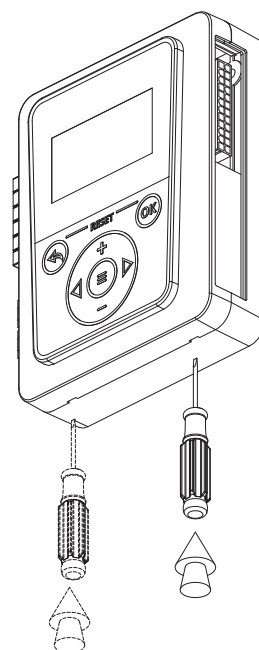

Рис.23 Демонтаж лицевой панели
2. снимите лицевую панель контроллера, ослабив защелки с помощью отвертки (**Рис.23**);